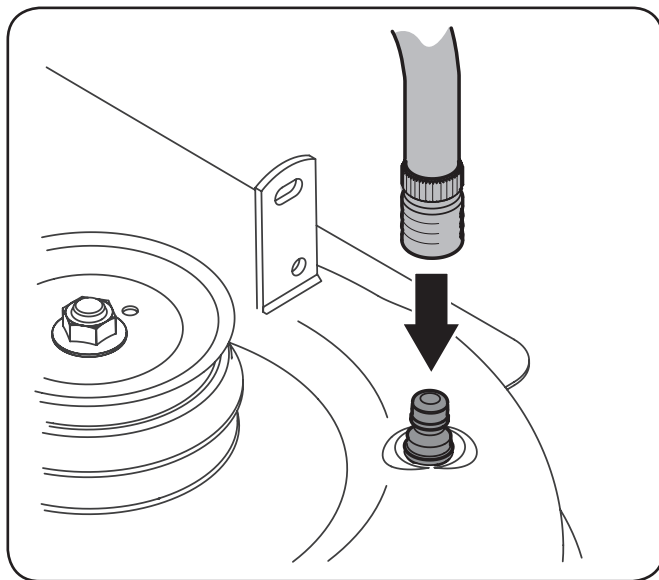

Figure 6-3
3. Fixez le boyau d'arrosage et l'embout sur le gicleur situé sur le plateau de coupe. Voir Figure 6-3.